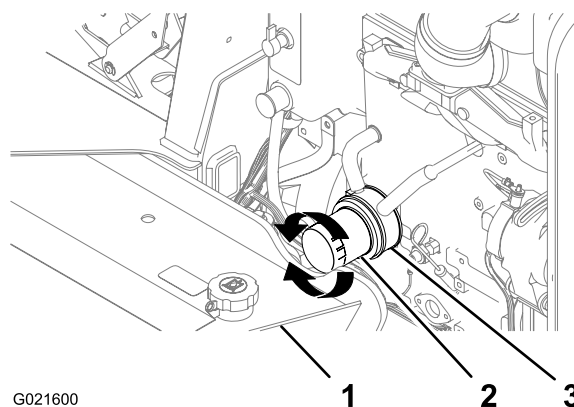

Figure 46
2. Placez un petit bac de vidange sous le filtre à huile et son adaptateur (Figure 46).
3. Tournez le filtre à huile dans le sens antihoraire et déposez-le (Figure 46).
7. Aligned le filtre à huile neuf sur l'adaptateur et tournez-le dans le sens horaire jusqu'à ce que le joint du filtre rejoigne l'adaptateur (Figure 46).
- Serrez le filtre à huile à la main de 1/2 tour supplémentaire (Figure 46).